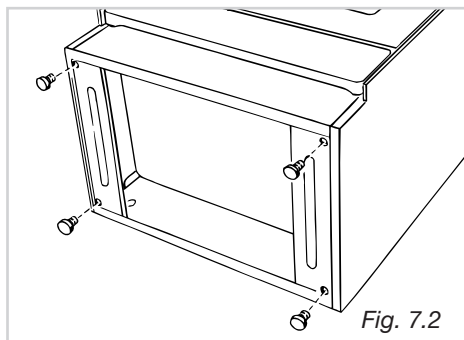

Fig. 7.2
- Montare i piedini di appoggio per evitare di danneggiare il pavimento. Per fare ciò, adagiare la cucina sul pavimento, come illustrato in fig. 7.2, ed innestare a pressione i 4 piedini in dotazione negli appositi fori.